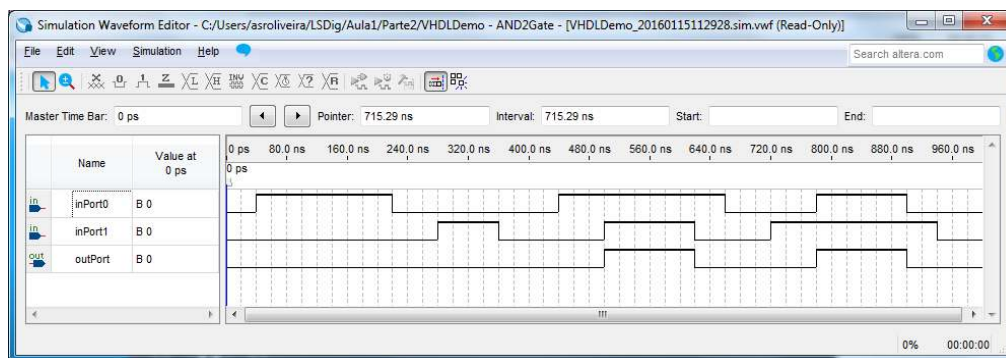

Figura 39 – Janela do simulador após a simulação.
10. Execute a simulação através do menu “Simulation → Run Functional Simulation”. Após a simulação deve obter o valor da saída da porta lógica AND correspondente às entradas que especificou (Figura 39).